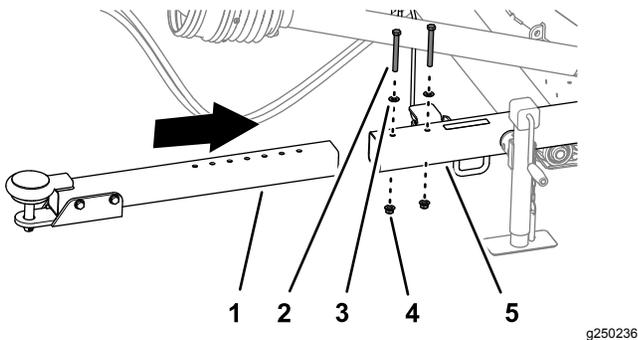

Figura 6
1. Retire las 2 contratuercas con arandela prensada, 2 tornillos de caperuza y 2 arandelas que fijan el tubo de enganche al tubo del receptor (**Figura 6**).